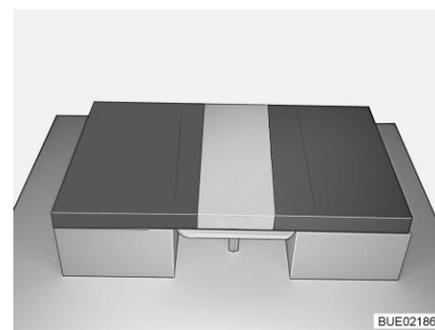

Fig. 106 Après la transformation
- Placer un coussin de dossier entre les coussins d'assise sur la table (voir Fig. 106).